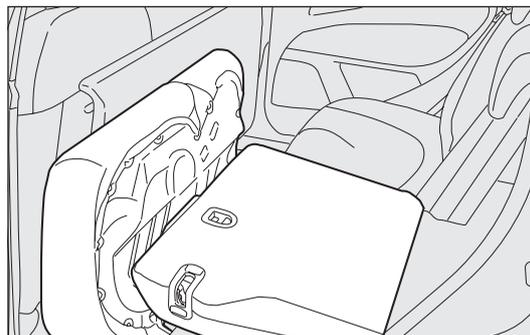

fig. 94
- ribaltare i cuscini in avanti nel senso indicato dalla freccia fig. 94;